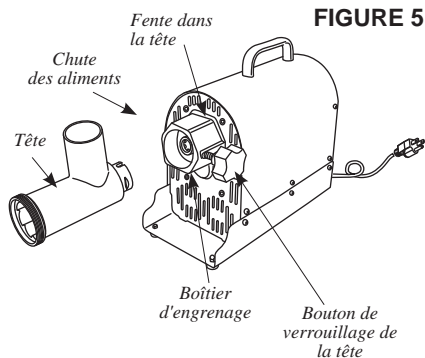

FIGURE 5
1. Insérer la **tête** dans le **boîtier d'engrenage** avec la chute d'aliment de la **tête** faisant face toute droite. Il faut aligner la fente de la **tête** avec la **goupille** à l'intérieur du **boîtier d'engrenages**. S'assurer que la **tête** est correctement logée dans le **boîtier d'engrenages** (Figure 5).